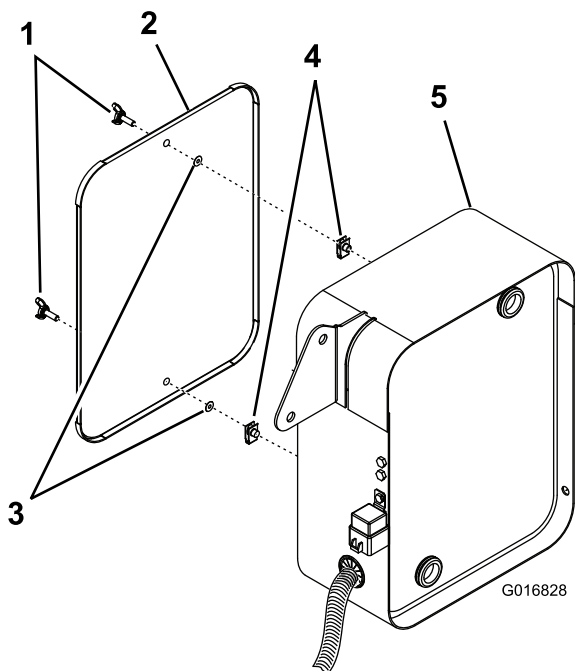

Figura 6
1. Conecte los otros extremos de las mangueras hidráulicas al tubo hidráulico y al bloque colector, respectivamente (Figura 6).
5. Instale la rejilla del enfriador de aceite en el soporte del enfriador de aceite con 2 tornillos de orejeta, 2 tuercas de retención y 2 clips (Figura 6).